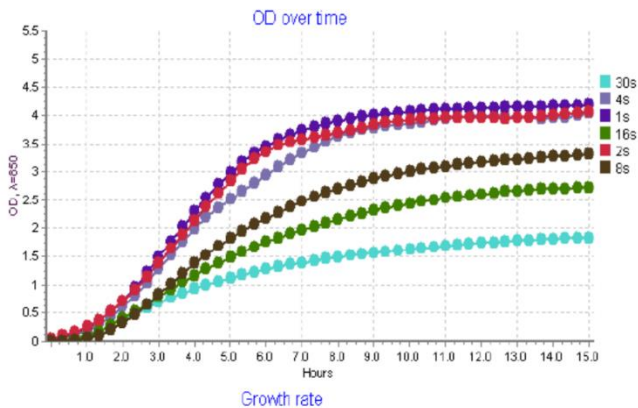
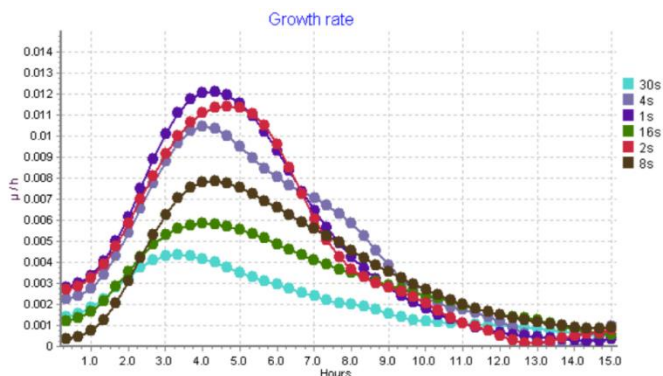

Рисунок 5. Влияние интервала реверсивного вращения на динамику роста ($\Delta OD_{\lambda=850 \text{ nm}}/\Delta t$) по отношению к времени ферментации (ч).
Рисунок 6. Влияние интервала реверсивного вращения на скорость роста ($\Delta OD_{\lambda=850 \text{ нм}}/\Delta t$) по отношению к времени ферментации (ч)
Известно, что аэрация влияет на рост и скорость роста аэробных микроорганизмов. Интервал реверсивного вращения влияет на скорость поступления кислорода в пробу. Полученные результаты указывают на то, что максимальная скорость деления клеток отмечается при интервале 1 реверсивное вращение в секунду (1 c^{-1}), при скорости 2000 об/мин. Увеличение пауз между реверсивными вращениями ведет к снижению скорости роста клеток, достигая 50% от максимального значения, когда интервал реверсивного вращения равна 30 c^{-1} (см. рис. 5. и рис. 6.).
8.2.1. Описание эксперимента (рис. 5.): Применялось устройство регистрации роста клеток в режиме реального времени RTS-1 / RTS-1C со светодиодом с длиной волны 850 нм; используемый микроорганизм: *Escherichia Coli* BL21; объем среды Лурия-Бертани в пробирке Falcon емкостью 50 мл составляет приблизительно 15 мл; интервал реверсивного вращения (RSI) 1, 2, 4, 8, 16, 30 c^{-1} ; частота измерений (MF) составляет приблизительно 10 мин^{-1} ; скорость вращения реактора 2000 об/мин; температура 37°C; диаметр пор фильтра (для аэрации) 0,25 мкм.